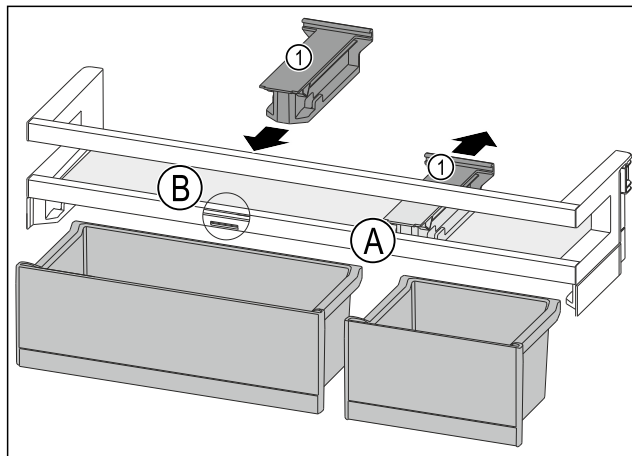

Fig. 172
- ▶ Снимите крепление Fig. 172 (1) в позиции Fig. 172 (A), отодвинув его назад.
- ▶ Установите крепление Fig. 172 (1) в позиции Fig. 172 (B).